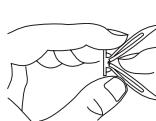

Figura 7 - Cómo dobrar el anclaje
2. Doble en anclaje de pared como se muestra en la figura 7.